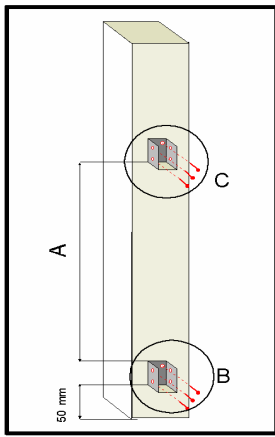

Rys.29
- Uskoki górnego poziomu słupków należy rozmieścić tak, aby segment ogrodzenia zamocowany na wyższym słupku blisko grunty nie wystawał poza górną krawędź słupka niższego (w przypadku dużych uskoków należy zamówić słupki o większej długości) Rys.29